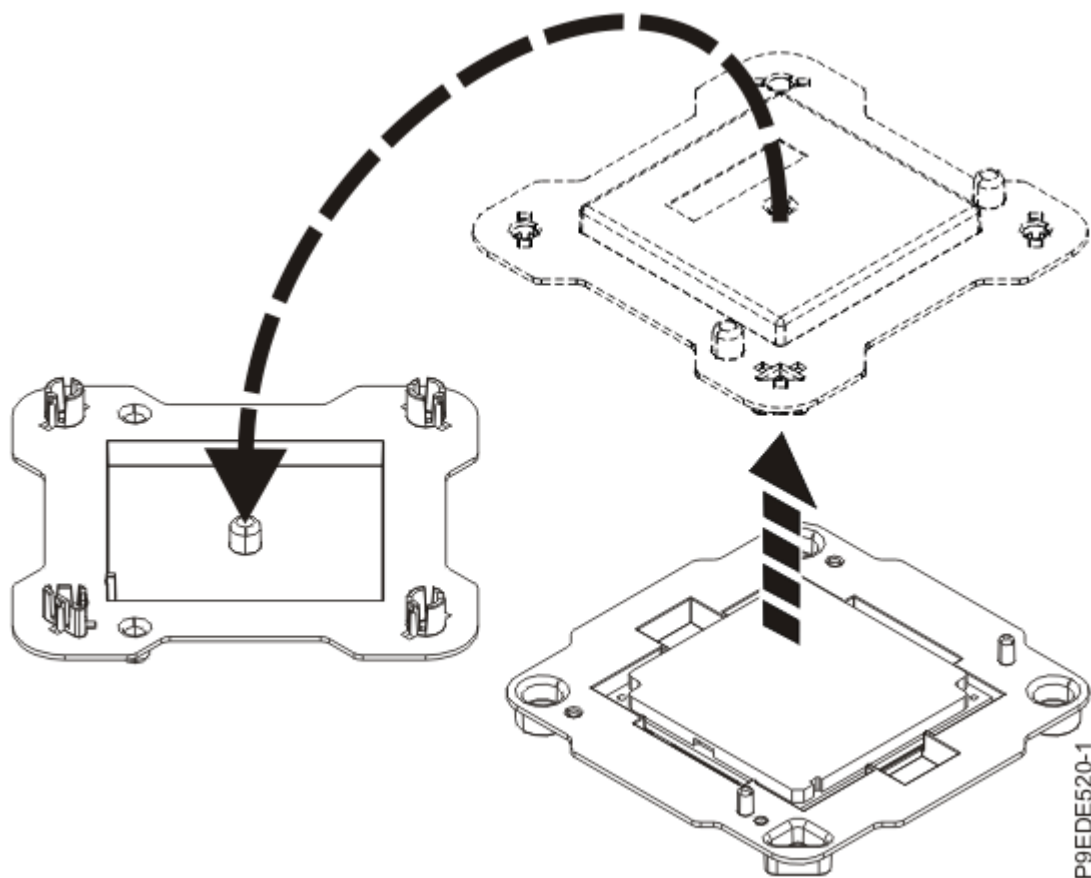

Figura 11. Abrindo a embalagem do módulo de processador do sistema
2. Abra a embalagem do novo módulo de processador do sistema e coloque a tampa voltada para baixo ao lado da bandeja, conforme mostrado na Figura 11 na página 14. A tampa é usada para o módulo de processador do sistema que você está substituindo.